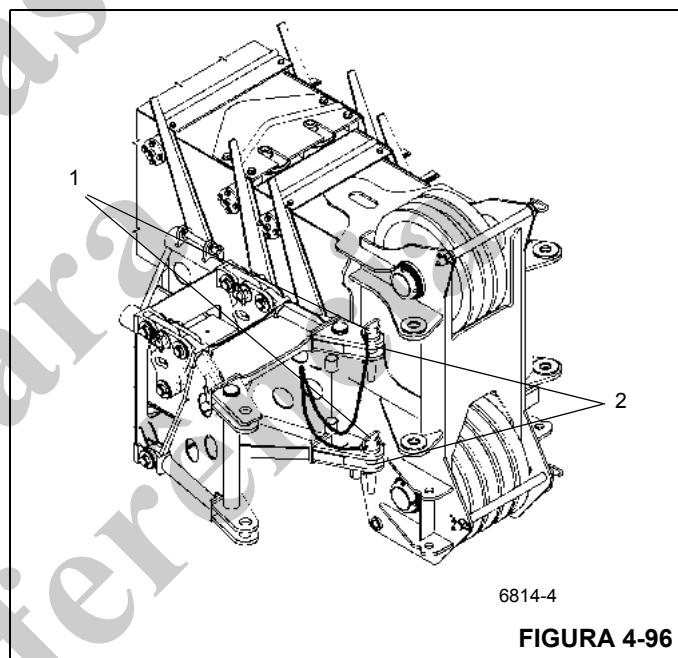

FIGURA 4-96
13. Remova os pinos de grampo e os pinos de fixação (Figura 4-96, 1) das conexões de fixação (Figura 4-96, 2) do lado direito da extremidade da lança e armazene-os na base da extensão da lança. Armazene os grampos e pinos de fixação da lateral esquerda nas conexões de fixação externa da lança articulada.